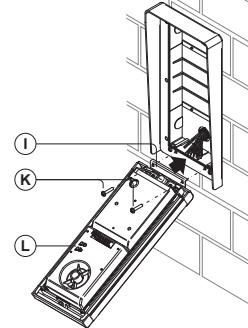

Fig. 9
9. Insérer la charnière (I) (**Fig. 9**) et la fixer au moyen des 2 vis (K) (**Fig. 9**) fournies ;
10. Effectuer les raccordements en suivant attentivement le schéma d'installation. Tester l'installation et régler les volumes (L) (**Fig. 9**) si nécessaire ;